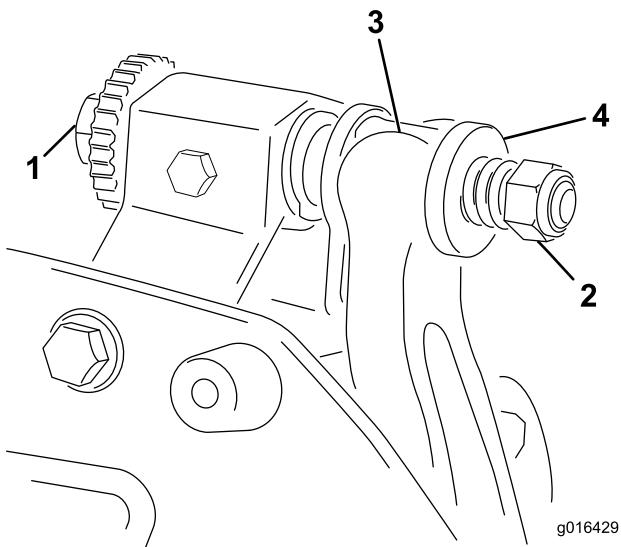

Рисунок 19
- Поверните регулировочный винт планки неподвижного ножа против часовой стрелки, чтобы отвести неподвижный нож от барабана (Рисунок 19).
- Отвинтите гайку затяжки пружины, чтобы ослабить давление шайбы на планку неподвижного ножа (Рисунок 19).